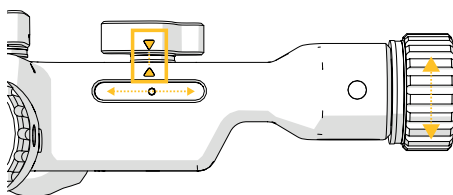

Figura 2: Ajuste de la rueda para la alineación de las flechas.
3. Ajuste los mandos de ajuste lineal de modo que las flechas marcadas en la figura 2 coincidan. La posición nominal del brazo se alcanza alineando las puntas de las flechas.